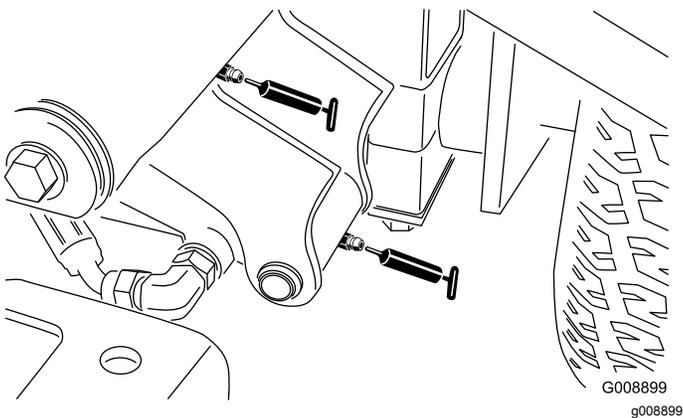

Рисунок 54
- Цилиндр поворота и подъема левого переднего подъемного рычага (2) (Рисунок 54)